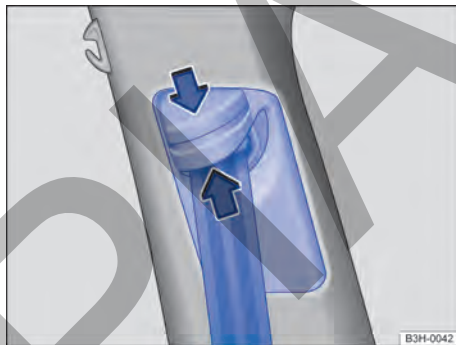

Fig. 30 Junto a los asientos delanteros: regulador de la altura del cinturón de seguridad.
- Presione el dispositivo regulador en el sentido de la flecha y manténgalo presionado → fig. 30.